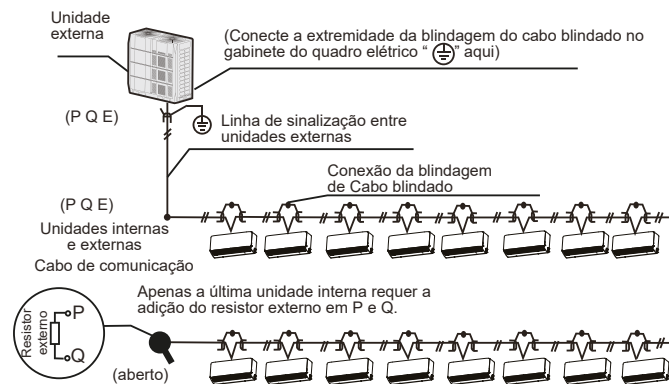

Figura 22
- A fiação da comunicação entre as unidades interna e externa deve ser conectada uma unidade após a outra em uma ligação em cascata da unidade externa para a unidade interna final. A camada revestida deve ser devidamente aterrada e um resistor externo deve ser adicionado à última unidade interna para reforçar a estabilidade do sistema de comunicação (veja a Figura 22).